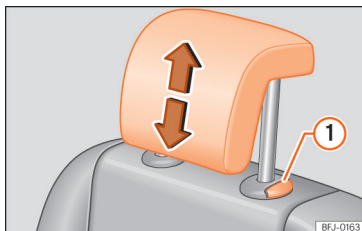

Abb. 110 Hintere Kopfstützen ausbauen: Zweite Sitzreihe.
- Kopfstütze bei gedrückter Taste » » **Abb. 110** **①** ganz herausziehen.